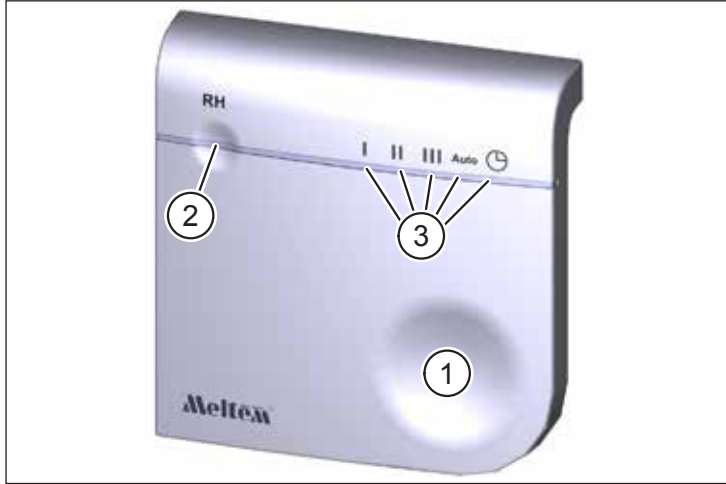

Abb. 1: Funksensor Feuchte
Pos. in Abb. 1	Beschreibung
Der Funksensor Feuchte dient zur kabellosen Bedienung von Lüftungsgeräten der Serien M-WRG-II und M-WRG ab Bj. 2020 (außer Gerätetypen mit BUS-Anschluss). Gleichzeitig lässt sich die Feuchte an einem von Ihnen gewählten Montageort bestimmen, der innerhalb der Funkreichweite liegen muss. Die Lüftungsprogramme „Feuchteregelelung“ bzw. „Automatikbetrieb“ nutzen die übertragenen Messwerte, um die Luftleistung an die aktuellen Umgebungsbedingungen anzupassen. Pro Lüftungsgerät lässt sich ein Funksensor Feuchte anmelden. Falls das Lüftungsgerät über einen internen Feuchtesensor verfügt, wird dieser automatisch deaktiviert. Lüftungsgeräte ohne internen Feuchtesensor können mit dem Funksensor Feuchte um die Funktionalität der Feuchteregelelung erweitert werden. Mit der Bedientaste (Pos. 1 in Abb. 1) lassen sich fünf unterschiedliche Lüftungsstufen/-programme aktivieren. Die aktuelle Wahl wird durch eine der fünf grünen Mode-LEDs (Pos. 3 in Abb. 1) angezeigt. Die mehrfarbige Status-LED (Pos. 2 in Abb. 1) signalisiert Betriebszustände von Funksensor und Lüftungsgerät. Überschreitet die relative Raumluftfeuchte 60 % rF (werkseitige Einstellung), wird die Lüftungsstufe kontinuierlich bis max. 60 m³/h erhöht, bis die Raumluftfeuchte wieder unter 60 % rF sinkt. Der Funksensor wird mit den mitgelieferten Dübeln und Schrauben an der Wand befestigt (siehe Abschnitt 4.1).
- ▶ Tippen Sie auf die Bedientaste (Pos. 1 in Abb. 1). Das Lüftungsgerät bestätigt den Verbindungsaufbau akustisch, die Status-LED blinkt grün.
- ▶ Tippen Sie auf die Bedientaste (Pos. 1 in Abb. 1), um den aktuellen Status abzufragen. Dieser wird durch die Status-LED (Pos. 2 in Abb. 1) und die Mode-LEDs (Pos. 3 in Abb. 1) signalisiert.
Die Status-LED (Pos. 2 in Abb. 1) kann nach Antippen der Bedientaste (Pos. 1 in Abb. 1) folgende Rückmeldungen absetzen: